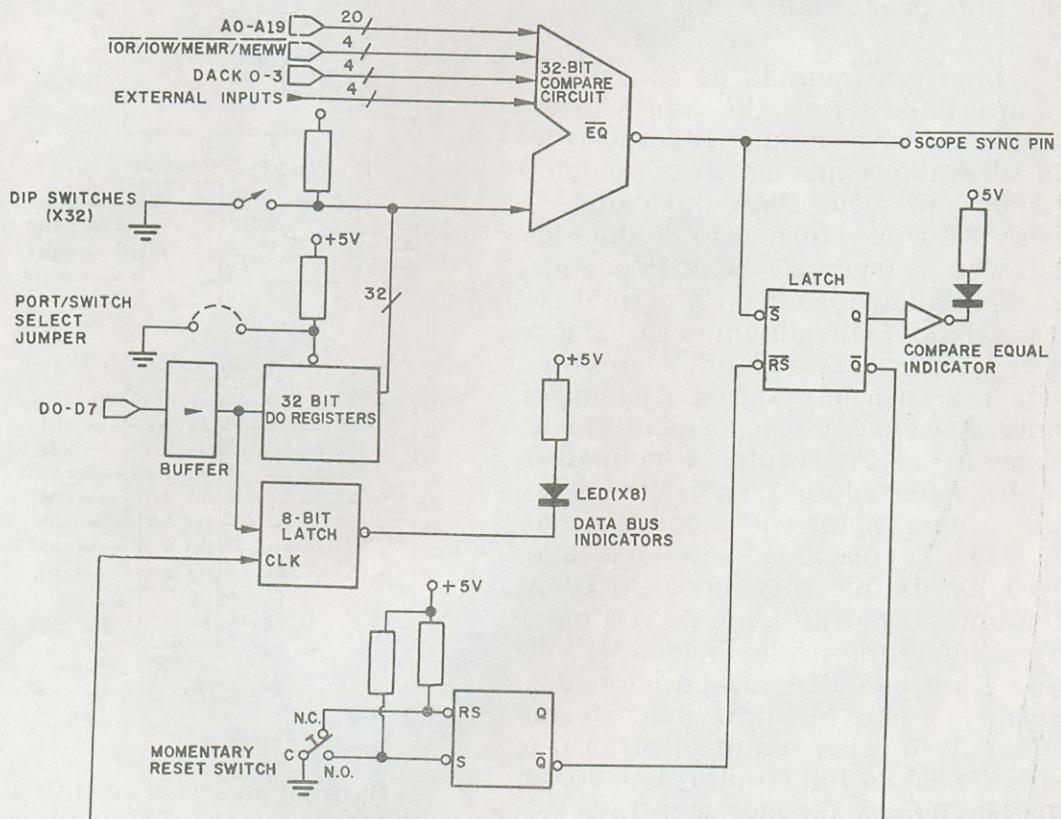

FIGURA 3
A figura 3 é um diagrama em blocos do circuito usado para implementar a função do cartão extensor fino. O coração do desenho é um circuito de comparação de 32 bits. Esse circuito compara o estado de 32 sinais de entrada contra o estado de um conjunto de 32 interruptores inclinados ou a saída de 32 bits de registradores de saída digital. Se o estado de 2 lados do comparador são o mesmo, um pulso de saída igual a duração mínima do tempo de comparação é emitido. Os sinais seguintes são alimentados para o lado da entrada do sinal do circuito de comparação. Correspondendo a cada um dos sinais precedentes, há um interruptor ou bit registrador de saída digital (DO)